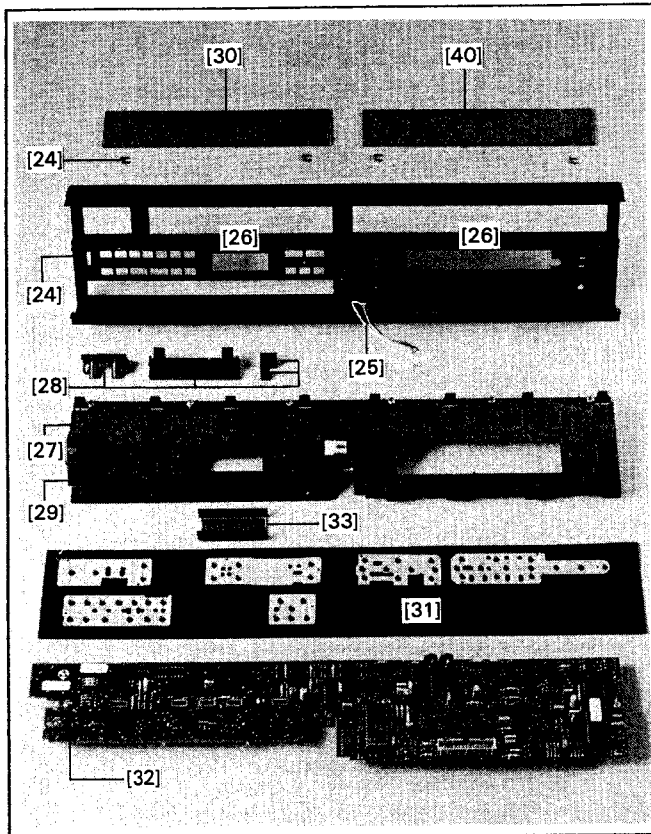
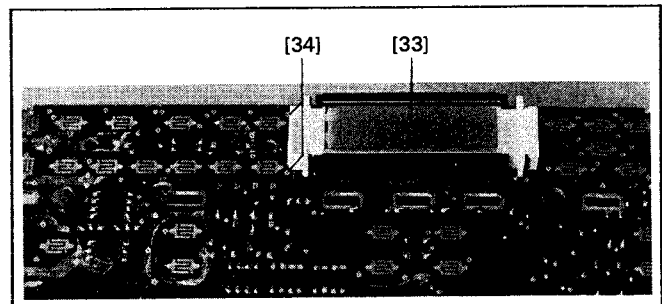

Fig. 2.8
Fig. 2.9
Beim Ausbauen des MICROPROCESSOR BOARD's kann das LC-Display (33) herausfallen! Bestehend aus einem kleinen Glasstück, liegt es auf zwei leitenden Gummistreifen (34), die wiederum nur auf dem MICROPROCESSOR BOARD aufliegen (Fig. 2.8, Fig. 2.9).